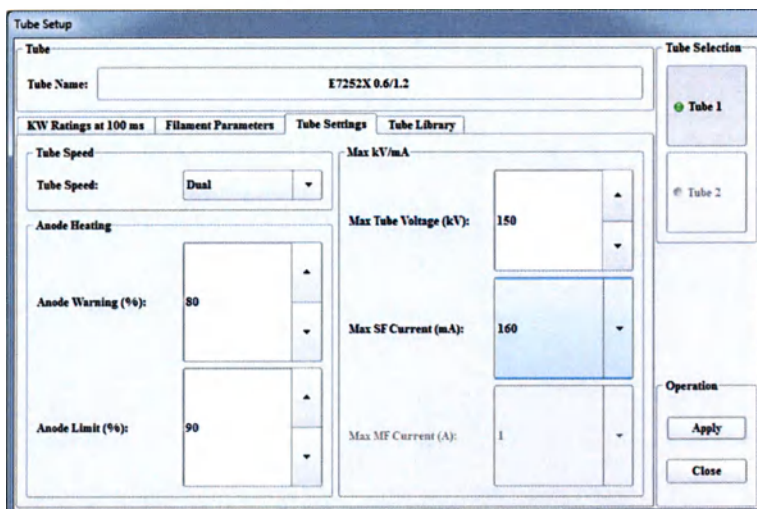

Рисунок 4-42. Изменение настроек трубки.
F. Проверьте следующие пункты: Tube Type (тип трубки): Dual (двойной), Max Tube Voltage (максимальное напряжение трубки, кВ) (kV): 150, Max SF Current (Максимальный ток, мА) (mA): 160. (Измените значение при необходимости и нажмите кнопку подтверждения). [Рисунок 4-42. Изменение настроек трубки].